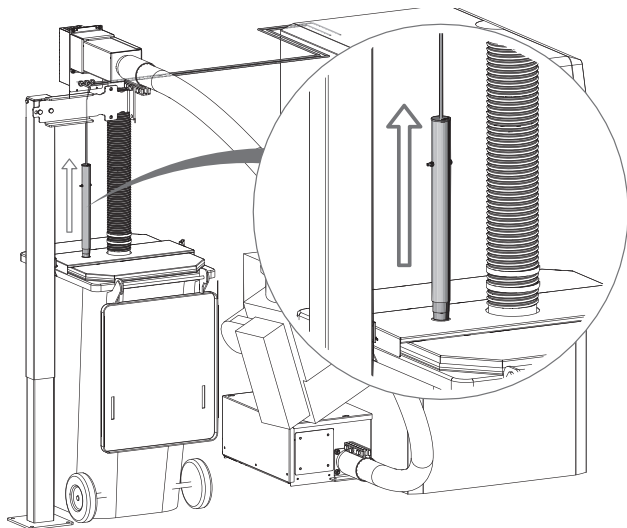

Fig. 57 Monitoraggio livello riempimento del bidone raccogli cenere (accessorio)
- Ove presente, estrarre il monitoraggio del livello di riempimento del bidone raccogli cenere (accessorio) dalla copertura del bidone raccogli cenere – Fig. 57.